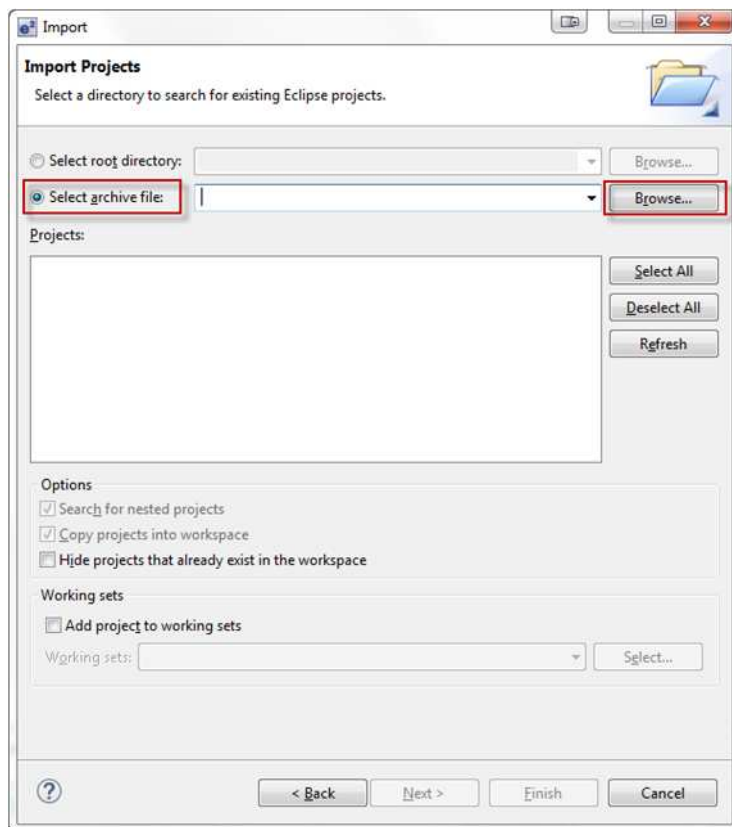

図 2.7 Import 既存プロジェクトダイアログボックス 1
7. 図 2.7 のとおり、[Select archive file]をクリックします。